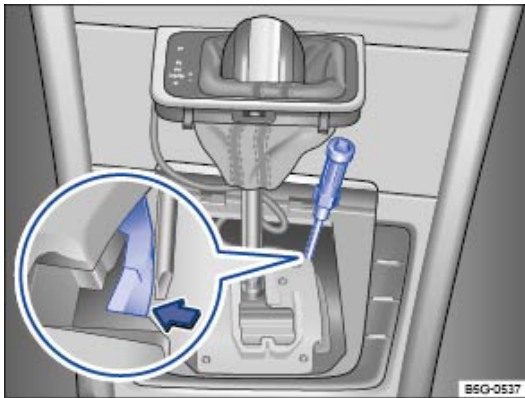

Fig. 108 Dépose du cache du sélecteur de vitesses et déverrouillage de secours en cas de blocage du levier sélecteur
- Tirez avec précaution le cache vers le haut dans la zone du soufflet du levier sélecteur, les câbles électriques restant branchés ⇒ *Fig. 108*.
- À l'aide de la lame plate du tournevis compris dans l'outillage de bord, poussez avec précaution le levier de déverrouillage dans le sens de la flèche et maintenez-le dans cette position ⇒ *Fig. 108*.